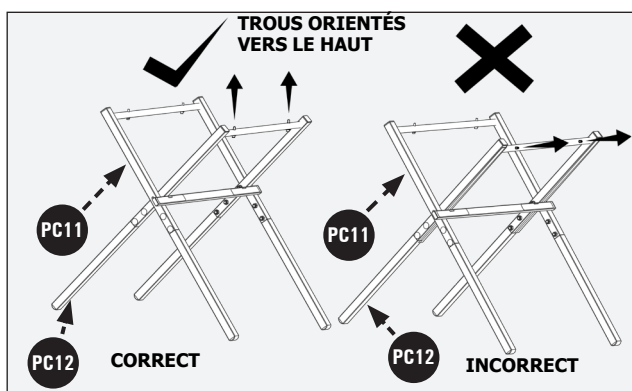

FIGURE 3
3. Les quatres trous devraient être tournés vers le haut pour installer le corps de la scie. Voir Figure 3 pour la bonne configuration.
Figure 3 pour la configuration correcte des pièces du support.